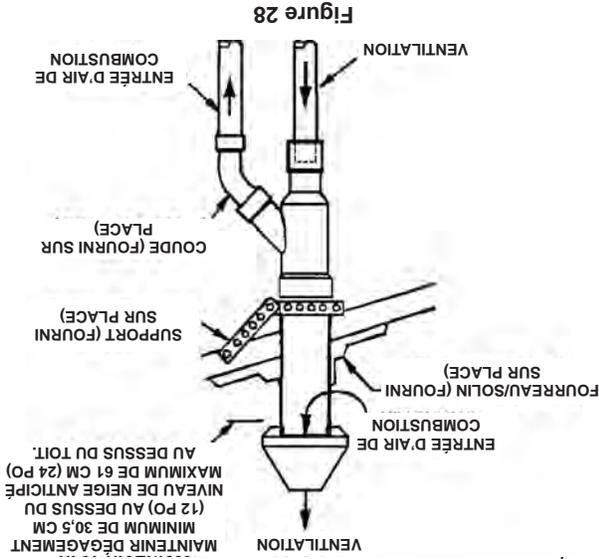

Figure 28
9. Fixer l'ensemble à la structure du toit tel qu'illustré dans la Figure 28 à l'aide du cerclage en métal fourni sur site ou de matériaux de support équivalents.
- REMARQUE : S'assurer que la hauteur de la terminaison soit au dessus de a surface du toit ou du niveau de neige anticipé tel qu'illustré à la Figure 28.
7. Cimenter les tuyaux d'entrée d'air de combustion et de ventilation du chauffe-eau à l'ensemble terminaison de ventilation concentrique. Voir Figure 28 pour un raccordement de tuyau approprié.